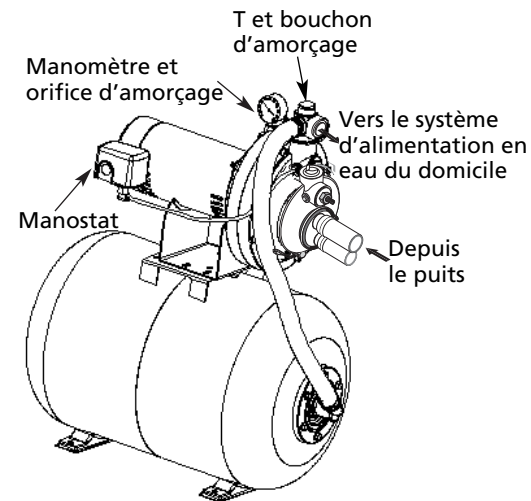

Figure 10 – Raccordement du réservoir de précharge
RACCORDEMENT DU RÉSERVOIR DE PRÉCHARGE (FIGURE 10)
1. Raccorder un mamelon biconique et un T à l'orifice de refoulement de la pompe (voir Figure 10). Le diamètre du tuyau doit être au moins égal à celui de l'orifice de refoulement. Acheminer un tuyau ou un flexible renforcé depuis un des bras du T jusqu'à l'orifice du réservoir de précharge.